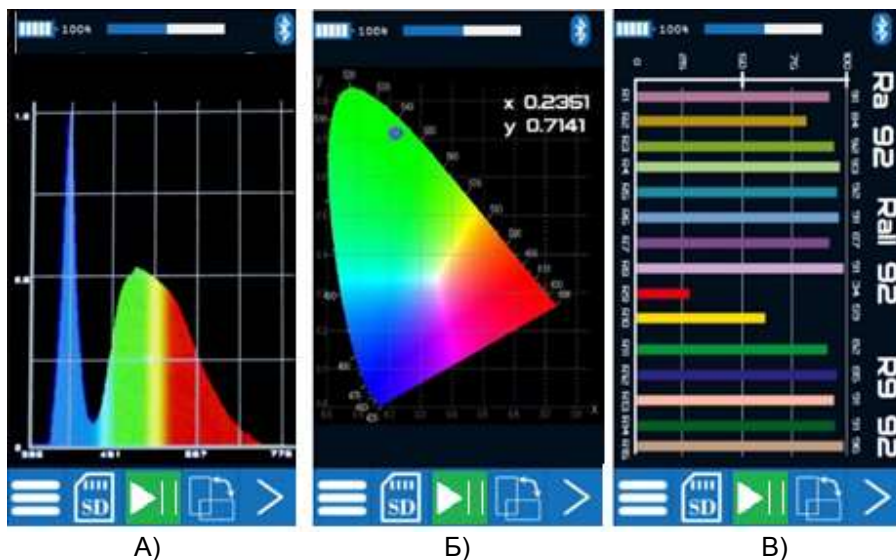

Рисунок 6 – ГРАФИЧЕСКИЕ ЭКРАНЫ
- 2) график спектрального распределения (Рис. 6 А);
- 3) цветовой график системы МКО (Рис. 6 Б);
- 4) гистограмма цветопередачи (Рис. 6 В).
Смена экранов производится кратковременным нажатием на кнопку СЛЕДУЮЩИЙ ЭКРАН (5, Рис. 6). Перечень графиков, которые отображаются на дисплее спектрорадиометра (Рисунок 6):
При работе на графических экранах кнопка ПОВОРОТ  (4, Рис. 6) позволяет развернуть изображение графика на экране на 90 градусов.
Питание спектрорадиометра осуществляется от встроенной аккумуляторной батареи 3,7В. Уровень заряда аккумулятора отображается в виде символа в верхней левой части дисплея спектрорадиометра и числового значения в процентах (см. Рис. 6). Если после включения или во время работы спектрорадиометра увидите низкий уровень заряда (менее 5%), поставьте спектрорадиометр на зарядку, подключив к спектрорадиометру через разъём micro USB запитанный адаптер питания или внешний аккумулятор. Для заряда аккумуляторной батареи следует использовать зарядное устройство с выходным напряжением 5В ($\pm 5\%$) и током не менее 0,5А. Заряд аккумуляторной батареи следует производить при окружающей температуре от +5 до +35 °С. Время зарядки составляет 16 часов. Увеличение времени зарядки до двух суток не приводит к ухудшению работы аккумуляторной батареи. Средний срок службы аккумуляторной батареи три года.